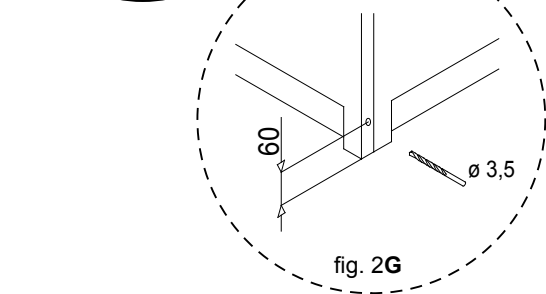

fig. 2G
- 19 Forare entrambi i pannelli come in fig. 2G (se si monta un solo pannello le operazioni di fissaggio termineranno al punto precedente).
- 19 Make a hole on both panels as shown in fig. 2G. If one panel only is to be used, follow the installation instructions up to point 17 only.
- 19 Bohren Sie, wie auf Abb. 2G gezeigt, Löcher in die Platten (falls nur eine Platte verwendet wird, endet die Befestigung beim vorhergehenden Punkt).
- 19 Percer les deux panneaux, comme indiqué sur la fig. 2G (si l'on n'assemble qu'un panneau, les opérations de fixation se terminent au point précédent).
- 19 Perforar ambos paneles como en la fig. 2G (si se coloca un único panel las operaciones de fijación terminarán al punto anterior).
- 19 Wywiercić otwory w panelach w sposób pokazany na rys. 2G (w przypadku zastosowania tylko jednego panela montaż kończy się na punkcie poprzednim).
- 19 Boor een gat in beide panelen zoals aangegeven in fig.2G. Indien er slechts één paneel wordt gebruikt volg dan de instructies tot en met punt 17.